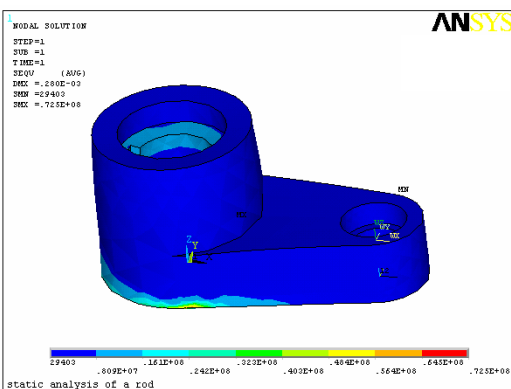

图 8-70 “von Mises”等效应力分布
⑨在 Item to be contoured 域左边的列表中选择“Stress”选项。
⑩在列表框中选择“von Mises SEQ”选项。
⑪选择“Deformed shape only”单选按钮。
⑫单击“OK”按钮，图形窗口中显示出“von Mises”等效应力分布图，如图 8-70 所示。